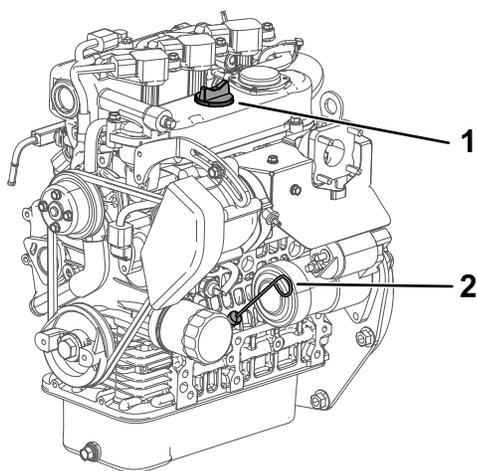

Рисунок 16
2. Выньте щуп и протрите его чистой ветошью (Рисунок 16).
3. Вставьте масломерный щуп в трубку и убедитесь в том, что он вставлен до упора (Рисунок 16).
4. Выньте масляный щуп и проверьте уровень масла (Рисунок 16).
5. Если уровень масла низкий, снимите крышку заливной горловины (Рисунок 16) и долейте столько масла, чтобы поднять его уровень до метки «Полный» (Full) на масляном щупе.
6. Вставьте масломерный щуп до упора (Рисунок 16).